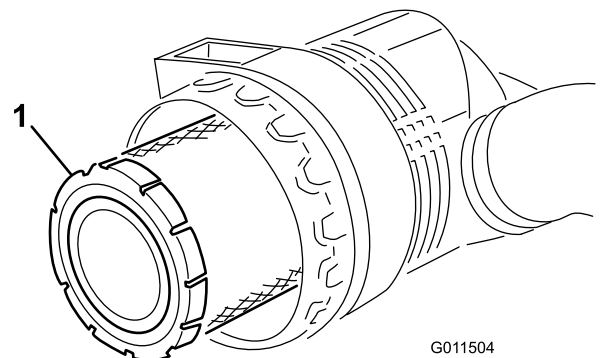
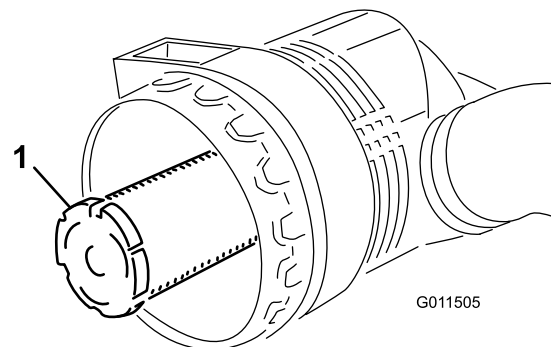

Bild 71
Bild 72
3. Entfernen Sie den Hauptfilter (Bild 71). Das Reinigen eines verwendeten Elements wird nicht empfohlen, da das Filtermedium beschädigt sein könnte. Prüfen Sie den neuen Filter auf Versandschäden, prüfen Sie das Dichtungsende des Filters und des Gehäuses. Verwenden Sie nie ein beschädigtes Element. Entfernen Sie **nicht** den Sicherheitsfilter (Bild 72).
Wichtig: Versuchen Sie nie, den Sicherheitsfilter zu reinigen (Bild 72). Tauschen Sie den Sicherheitsfilter bei jeder dritten Wartung des Hauptfilters aus.
4. Wechseln Sie den Hauptfilter aus (Bild 71).